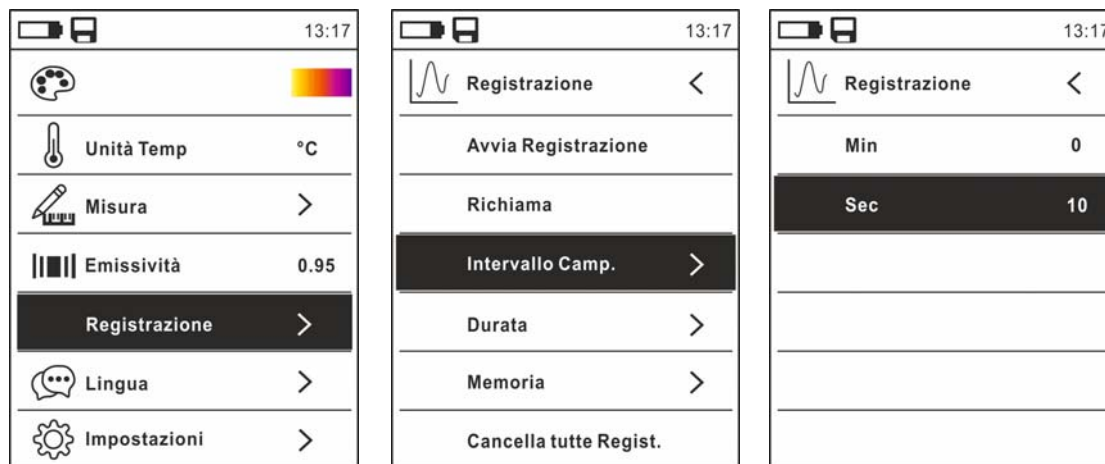

Fig. 31: Funzione data logger – Impostazione intervallo di campionamento
2. Premere il tasto **MENU** , selezionare la voce “Registrazione” e premere il tasto . La videata di Fig. 31 – parte sinistra è mostrata a display
3. Selezionare la voce “Intervallo Camp.” (vedere Fig. 31 – parte centrale) e premere il tasto  per la definizione dell'intervallo di campionamento della registrazione. La videata di Fig. 31 – parte destra è mostrata a display